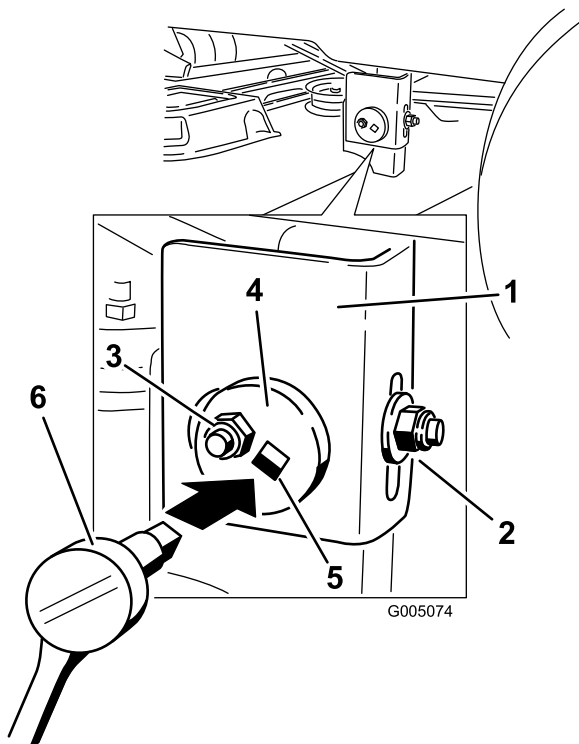

Bild 41
7. Links an der Maschine. Lösen Sie (nicht entfernen) die hintere Sicherungsmutter am Hängeprofil (Bild 41).
8. Lösen Sie die seitliche Sicherungsmutter am Hängeprofil so viel, dass Sie die Platte im Zentrum einstellen können (Bild 41). Stellen Sie die Platte im Zentrum mit einer 3/8 Zoll Verlängerung auf einem Schraubenschlüssel ein. Verstellen Sie die Höhe des Mähwerks und stellen Sie die gewünschte Höhe mit dem Schraubenschlüssel ein.
9. Stoppen Sie das Mähwerk an der eingestellten Stellung und ziehen Sie die seitliche Sicherungsmutter am Hängeprofil fest, um die neue Stellung zu arretieren (Bild 41).